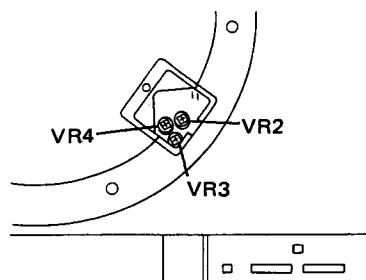

Fig. 11-1 Sensor del seguimiento, ajuste a cero
2. Luego, subir y bajar varias veces la elevación del brazo y volverla a poner en la posición de ascenso. Comprobar que la tensión por TP1 — TP2 no excede de  $\pm 2V$  (Fig. 11-1).
2. Mantener el botón de ida del brazo (◀) presionado al primer nivel, y ajustar VR4 para que la punta de la aguja se mueva a una velocidad de 50mm por  $7,1 \pm 0,7$  segundos (Fig. 11-1).
3. De igual modo, mantener el botón de venida (▶) presionado al primer nivel, y ajustar VR3 para conseguir de nuevo un movimiento de la punta de la aguja de 50mm por  $7,1 \pm 0,7$  segundos (Fig. 11-1).